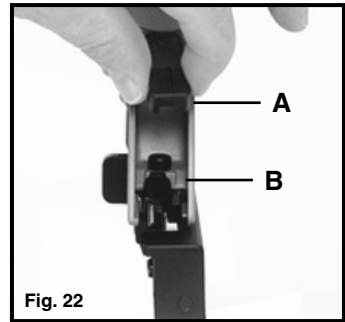

Fig. 22
Esta herramienta está equipada con un cojín de punta de goma (A), Fig. 22, que impide que durante la utilización normal el seguro metálico raye las superficies acabadas. El cojín de punta también puede quitarse y guardarse en el área posterior de la recámara (B), Fig. 22, cuando no se necesite.